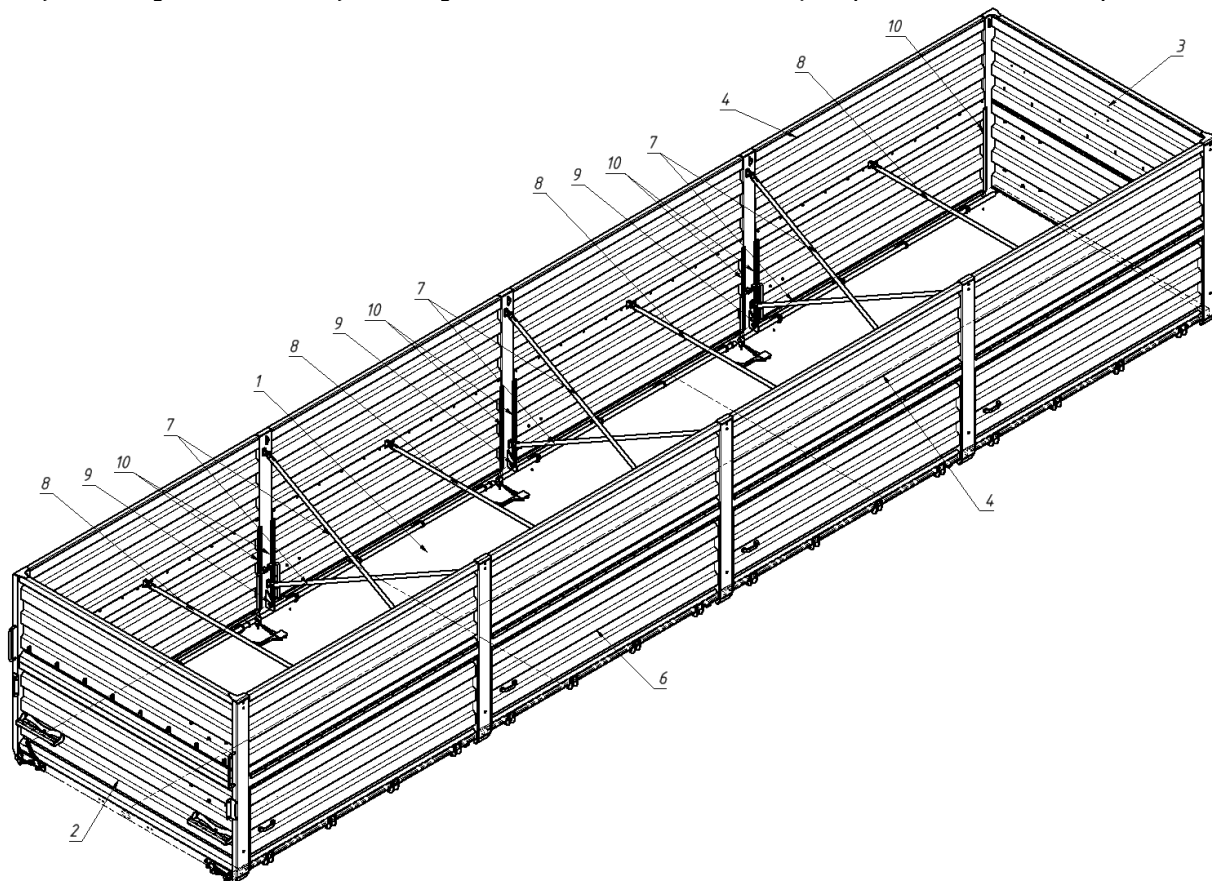
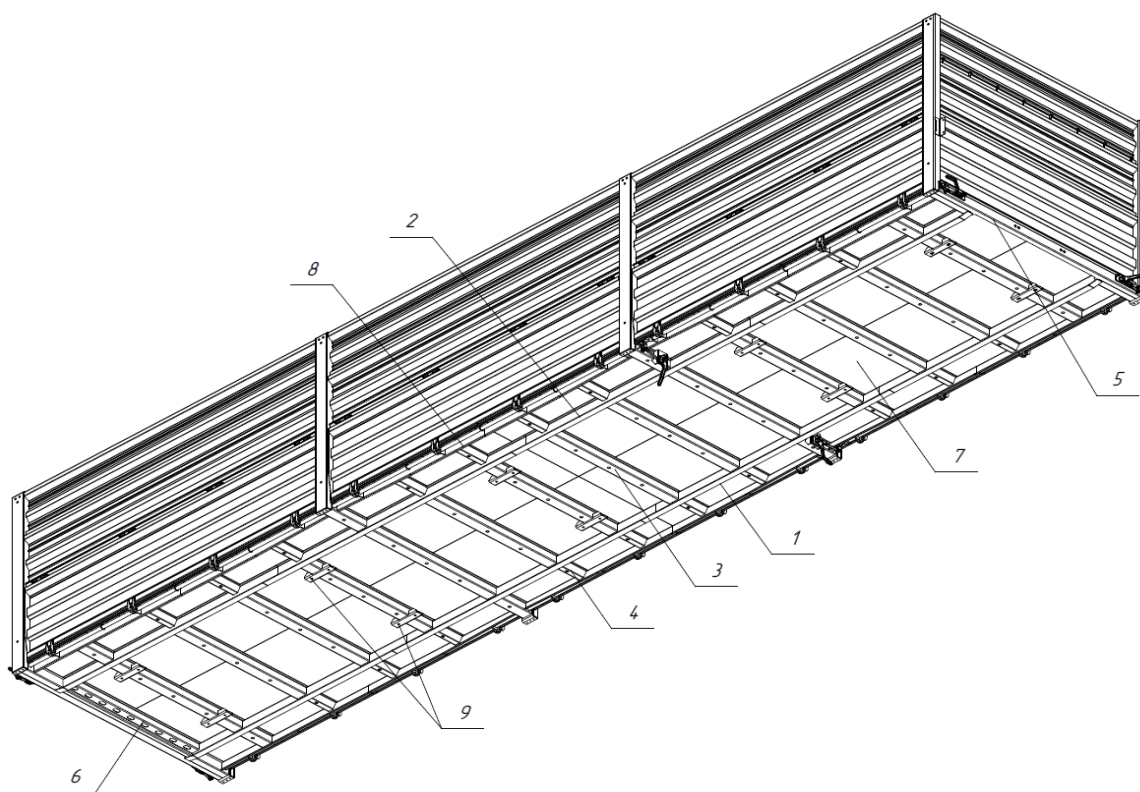

Рис. 1.16 - Общий вид платформы полуприцепа
Рис. 1.17 – Основание платформы
Платформа полуприцепа может быть выполнена в двух вариациях: неразъемной конструкции (рис. 1.16) и разъемной (рис. 1.17). Представляет из себя металлическую конструкцию коробчатого типа с открытым верхом (рис. 1.16).
Основание платформы разъемного исполнения (рис. 1.17) состоит из левого (1) и правого (2) лонжеронов, связанных средними (3), крайними (4), передней торцевой (5) и задней торцевой (6) поперечинами, настила (7), боковых обвязок (8) и кронштейнов крепления к раме (9).